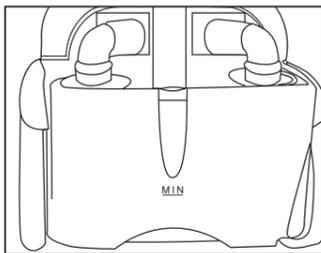

Fig. 4
- Versare nel serbatoio (2) acqua di rubinetto fino al raggiungimento della riga MIN fig.4, richiuderlo con il proprio coperchio riagganciando le levette a+b (la levetta b va agganciata alla carrozzeria).
- Inserire la spina del cavo di alimentazione (10) nella presa di corrente.